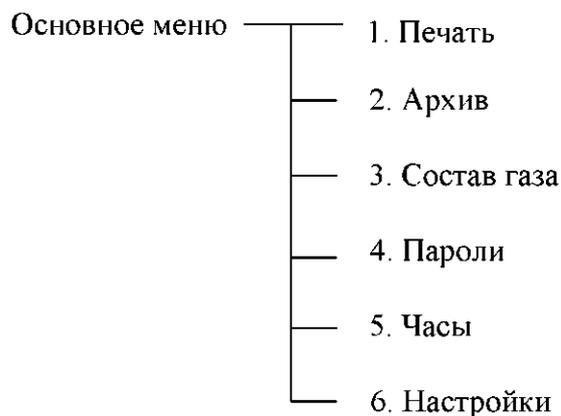

Рисунок 6
2.6.7 Управление работой расходомера осуществляется через основное меню (рисунок 6).